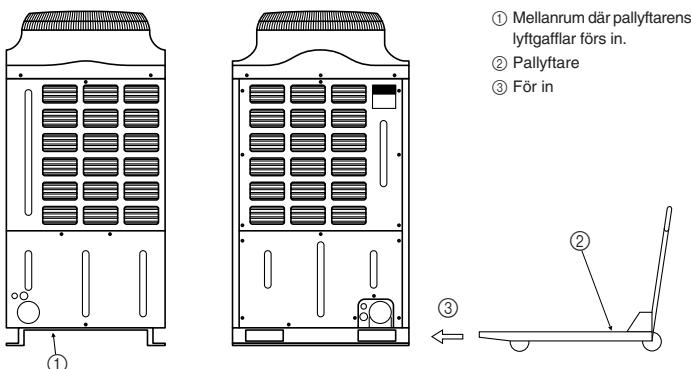

Fig. 3-2
3.2. Transport med hjälp av pallyftare (Fig. 3-2)